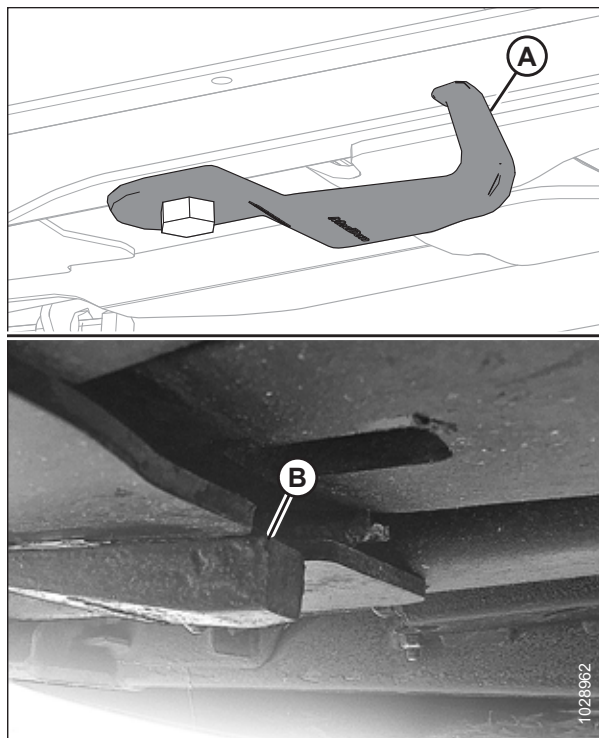

Figura 4.212: Cârligele de decuplare a articulației
Figura 4.212, pagina 708 prezintă un cârlig de decuplare nedeteriorat (A) și un cârlig de decuplare deteriorat (B). Nu este prezentat un cârlig de decuplare întins.